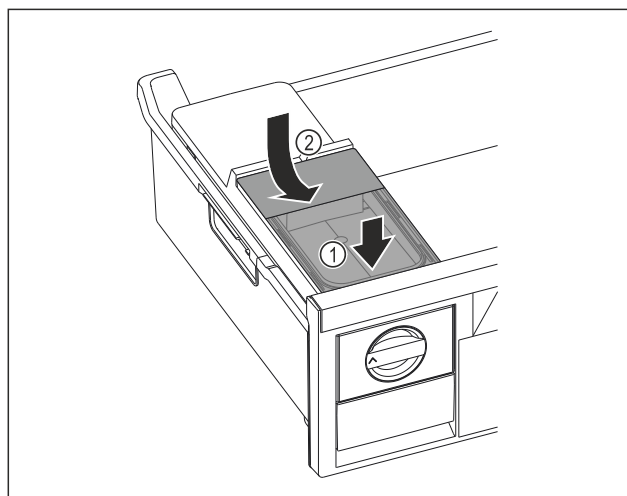

Fig. 72
- ▶ Zbiornik wody wsunąć od przodu. Fig. 72 (1)
- ▶ Zbiornik wody opuścić z tyłu. Fig. 72 (2)